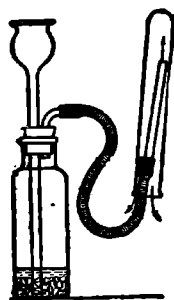

Рис. 36. Наполнение пробирки водородом. Водород вытесняет воздух из опрокинутой пробирки.
Пользуясь легкостью водорода, можно наполнять им сосуды и не над водой. Водород выпускают в перевернутый книзу отверстием сосуд (рис. 36).
Обычно при *испытании чистоты выделяющегося из прибора водорода* так и поступают: наполняют пробирку водородом по способу вытеснения воздуха (рис. 36) и затем подносят к поставленной на *некотором расстоянии* лампочке. Нужно только достаточно долго пропускать водород и не спешить подносить пробирку к огню, так как в пробирке, не нацело наполненной чистым водородом, будет происходить взрыв смеси водорода с оставшимся воздухом.
■ **Опыт 1.** Получите водород в приборе, изображенном на рис. 36. *Испытайте*, чистый ли идет водород, и после этого (*не раньше!*) зажгите водород у конца трубки.